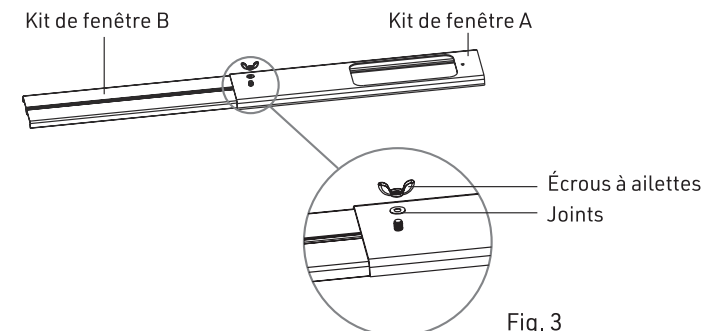

Fig. 3
- 4.) Comme indiqué dans la Fig.3, retournez la cloison de la fenêtre, placez le joint et la vis à ailettes tour à tour et serrez-les;